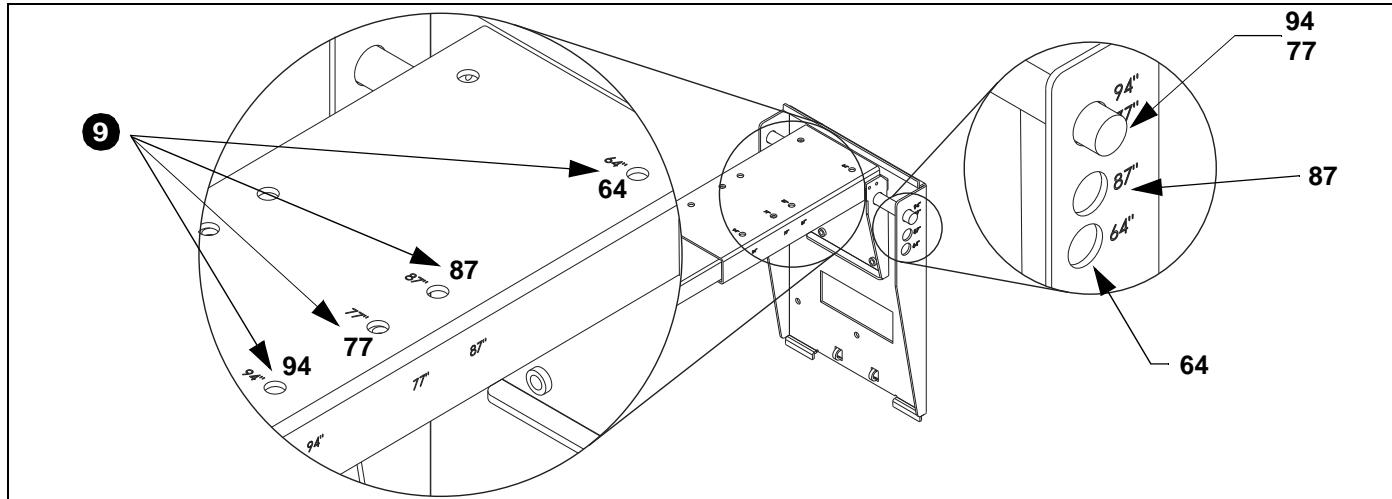

Figura 7
Veja a Figura 7 para o posicionamento
9. Utilize o equipamento (guardado no Passo 1) para conectar o braço articulado ao suporte da placa SMART. (Ver Figura 7)